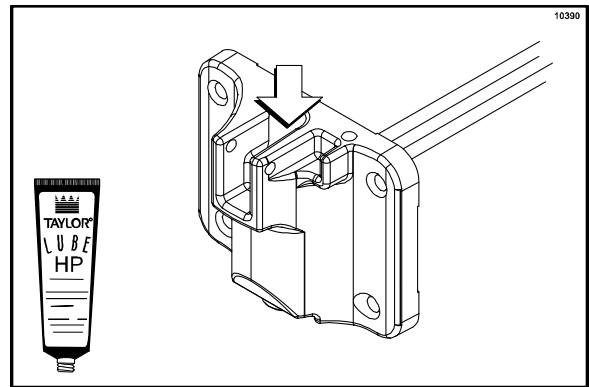

Abbildung 135
8. Die Innenseite der Ventilaussparung oben im Frontverschluss leicht schmieren. (Siehe Abbildung 135.)